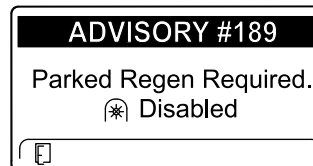

Figura 56
- Se não efetuar uma regeneração em estacionamento dentro de 2 horas, o InfoCenter indica que é necessária uma regeneração em estacionamento — tomada de força desativada AVISO N.º 189 (Figura 56).